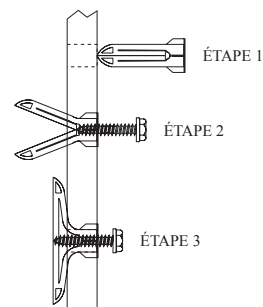

Figure 12
- 3b. Après avoir localiser les trous de montage, percer (2) trous de 5/16" (7.8mm) de diamètre dans le mur. Insérer les (2) ancrages d'expansion en plastique dans les trous. Insérer les (2) vis 10 x 1 1/2" (38mm) dans les ancrages d'expansion en plastique. Les vis sont fournies dans l'ensemble de la soufflerie. Ne vissez pas complètement les vis dans les ancrages d'expansion en plastique, laisser un espace de 7/16" (11mm) entre la tête de la vis et l'ancrage d'expansion en plastique. Référez-vous à la Figure 12.
4. À la partie supérieure de la paroi extérieure, enlevez la (1) vis du trou du milieu qui attachent la paroi extérieure avec le collecteur. Aussi enlevez les (2) vis qui attachent la partie inférieure de la paroi extérieure à la paroi intérieure.
6. Enlever (4) vis 8 x 3/8" qui attachent l'avant de la soufflerie au châssis de la soufflerie. Séparer le ventilateur du boîtier du ventilateur. Retirer le boîtier du ventilateur en débranchant l'ensemble du fil de l'interrupteur du ventilateur du cordon d'alimentation et du fil du moteur.
- 7b. Après avoir localiser les trous de montage, percer (2) trous de 5/16" de diamètre dans le mur. Insérer les (2) ancrages d'expansion en plastique dans les trous. Insérer les (2) vis 10 x 1 1/2" dans les ancrages d'expansion en plastique. Les vis sont fournies dans l'ensemble de la soufflerie. Ne vissez pas complètement les vis dans les ancrages d'expansion en plastique, laisser un espace de 7/16" entre la tête de la vis et l'ancrage d'expansion en plastique. Référez-vous à la Figure 12.
9. Enlever les (4) vis 8 x 3/8" qui attachent l'avant de la soufflerie au châssis de la soufflerie. Enlever les (4) vis 8 x 3/8" qui attachent l'avant de la soufflerie au châssis de la soufflerie. Séparer le ventilateur du boîtier du ventilateur. Retirer le boîtier du ventilateur en débranchant l'ensemble du fil de l'interrupteur du ventilateur du cordon d'alimentation et du fil du moteur.